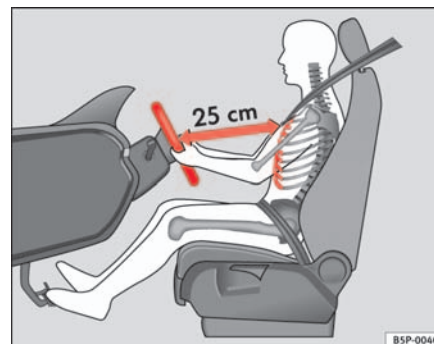

Fig. 90 Posición correcta del conductor
- Ajuste el volante hasta alcanzar la posición deseada ⇒ fig. 90.
- Ajuste el asiento del conductor o el volante de modo que quede una distancia mínima de 25 cm entre el volante y el tórax ⇒ **página 131, fig. 90**. ¡Si no respeta la distancia mínima, el airbag no le protegerá adecuadamente y corre peligro de muerte!